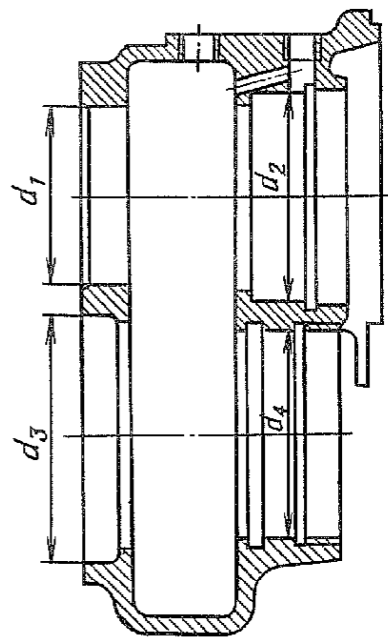

Рис. 169. Картер колесного редуктора
2.1. Картер колесного редуктора (рис. 169)